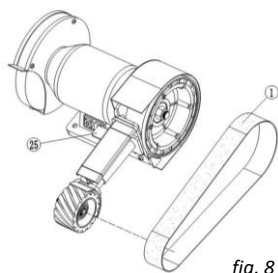

fig. 8
2. Installez la courroie abrasive (n° 1) (fig. 8).